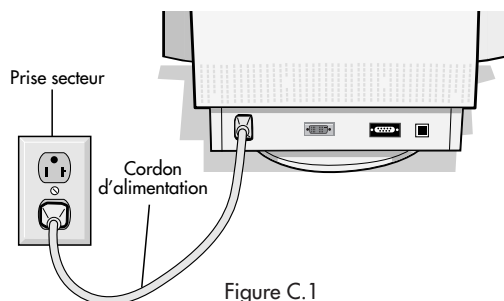

Figure C.1
3. Connecter une extrémité du cordon d'alimentation sur le moniteur MultiSync FP1350X l'autre extrémité sur la prise secteur (**Figure C.1**).